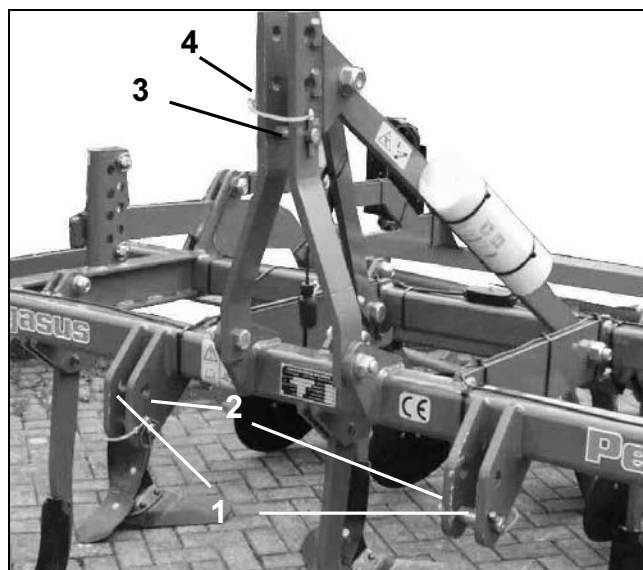

Fig. 8
- Traktorens trekkstang sikres ved hjelp av koblingstapper (Fig. 8/1) i maskinens nederste koblingspunkter og sikres med en splint (Fig. 8/2).
- Traktorens toppstag sikres ved hjelp av koblingstapper (Fig. 8/3) i maskinens øverste koblingspunkter og sikres med en splint (Fig. 8/4).